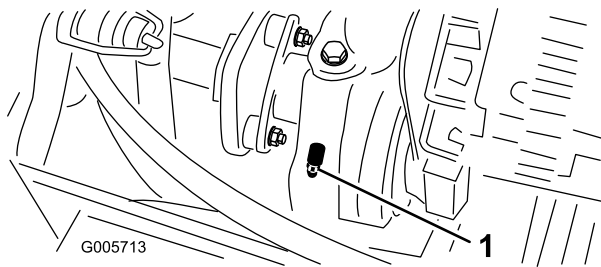

Figura 39
- Cojinete del eje de salida del motor (Figura 39)